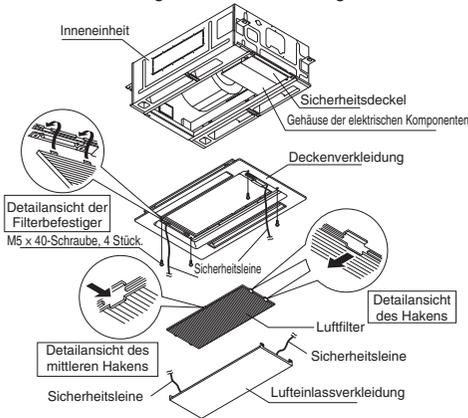

Abb. 7-15
Zum Abnehmen des Luftfilters den Haken mit der Hand drücken. (Abb. 7-15)
- (2) Die Deckenverkleidung an der Inneneinheit montieren. (Siehe Abb. 7-15. Der Steckverbinder befindet sich am Gehäuse der elektrischen Komponenten.)